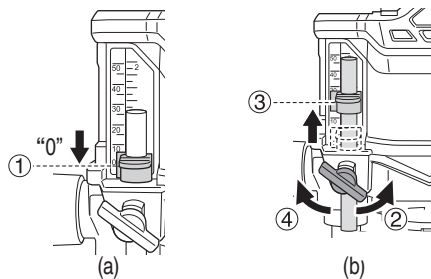

Fig. 15
- (4) Resserrez le bouton papillon. Alignez l'indicateur de profondeur avec la graduation "0" de l'échelle. (Fig. 15 (a))
- (5) Desserrez le bouton papillon et élevez-le jusqu'à ce que l'indicateur soit aligné avec la graduation représentant la profondeur de coupe souhaitée. Resserrez le bouton papillon. (Fig. 15 (b))